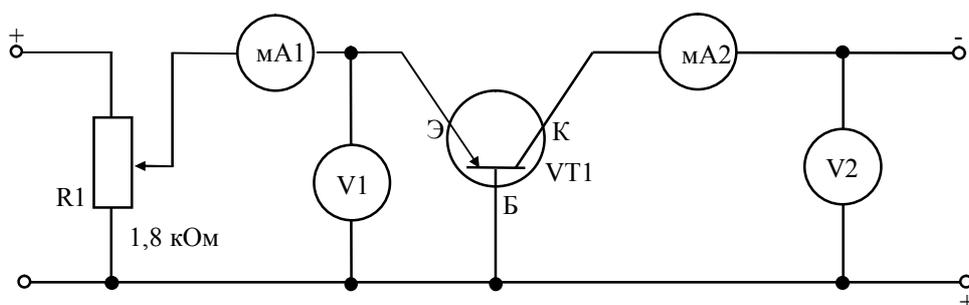

Рис. 8. Схема для снятия характеристик транзистора при включении его по схеме с общей базой.
1. Собрать схему для снятия характеристик биполярного транзистора при включении с ОБ (рис. 8). При этом строго придерживаться указаний преподавателя по использованию источников питания.